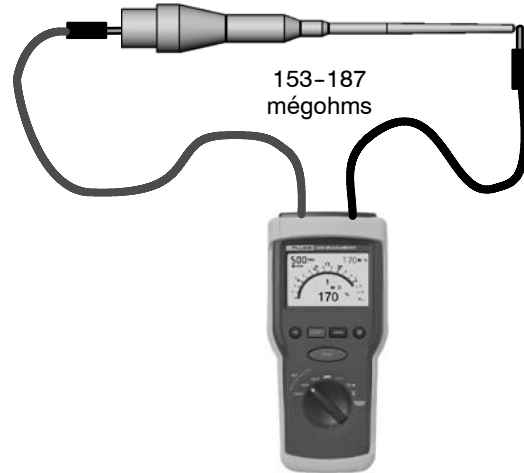

Fig. 5 Test de la valeur de la résistance
2. Voir la figure 5. Relier les sondes du mégohmmètre au ressort de la résistance et à la pointe de l'électrode.